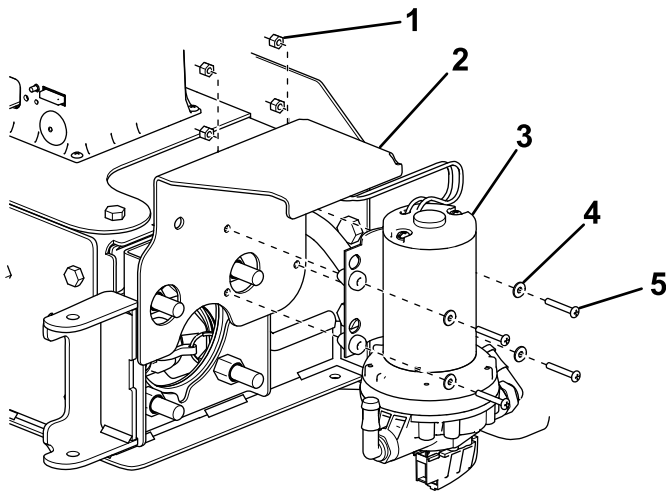

Figure 20
11. Fixez la pompe à son support à l'aide de 4 boulons (n° 10 x 1-1/4 PO), rondelles et écrous en nylon (Figure 20).